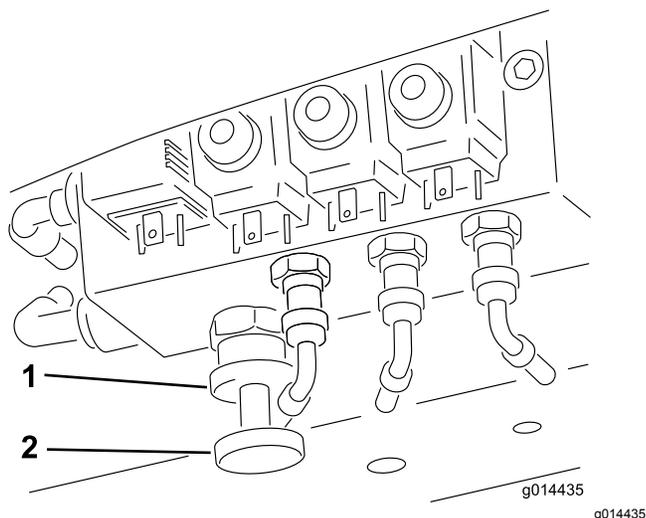

Figura 36
**Trasferimento del peso.** La portata del trasferimento di peso può essere variata a seconda delle condizioni in cui si opera, ruotando la rotella di trasferimento del peso (Figura 36) nel modo seguente:
1. Allentate il dado di bloccaggio della valvola girandolo di 1/2 giro in senso antiorario e mantenetelo in questa posizione (Figura 36).
2. Ruotate la rotella della valvola (Figura 36) in senso antiorario al fine di ridurre il trasferimento di peso oppure in senso orario per aumentarlo.